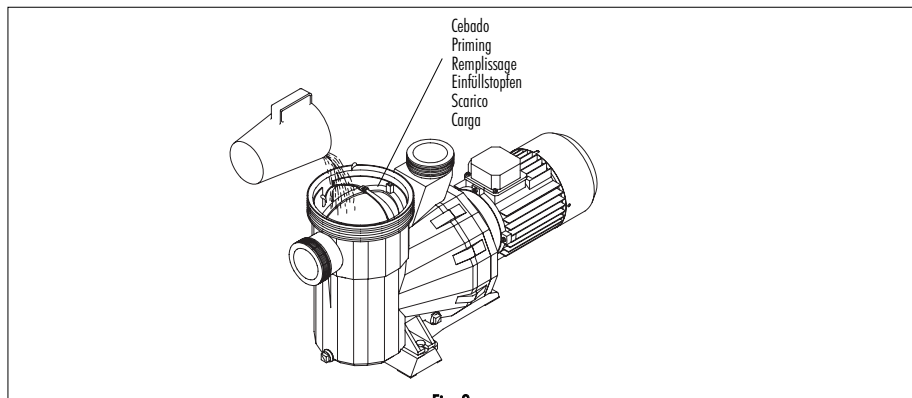

Fig. 3
- Para o correcto funcionamento da bomba é necessário efectuar o enchimento do pré-filtro da bomba até que a água chegue à conduta de aspiração (Fig.3).